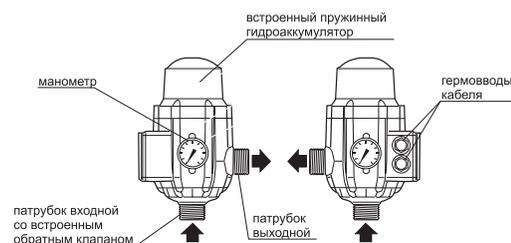

Рис. 1
- 5.1. Блок контроля насоса состоит из следующих основных элементов (рис. 1):
- 6.2. Установить BKN в водопроводную систему вертикально так, как показано на рис. 1.